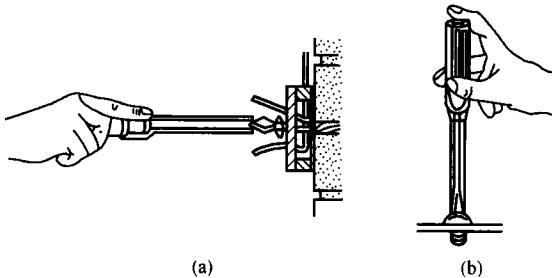

图 1-5 螺钉旋具的使用方法
(1) 大螺钉旋具的使用方法。大螺钉旋具一般用来紧固较大的螺钉。使用时，除大拇指、食指和中指要夹住握柄外，手掌还要顶住柄的末端，这样就可防止旋具转动时滑脱，如图 1-5 (a) 所示。
(2) 小螺钉旋具的使用。小螺钉旋具一般用来紧固电气装置接线桩头上的小螺钉，使用时，可用手指顶住木柄的末端捻旋，如图 1-5 (b) 所示。
(3) 较长螺钉旋具的使用。可用右手压紧并转动手柄，左手握住螺钉旋具中间部分，以使螺钉刀不滑脱。此时左手不得放在螺钉的周围，以免螺钉刀滑出时将手划伤。